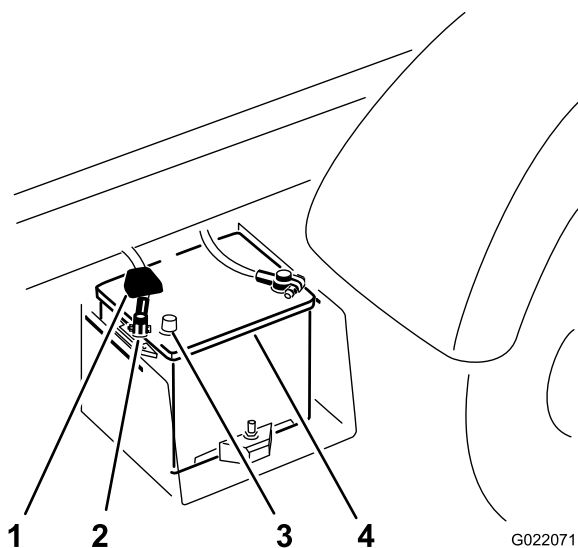

Figura 4
- C. Retire el terminal del cable positivo del borne de la batería (Figura 4).
1. Conecte el cable positivo de la batería a la batería (Figura 4); consulte Preparación para la instalación del Kit.